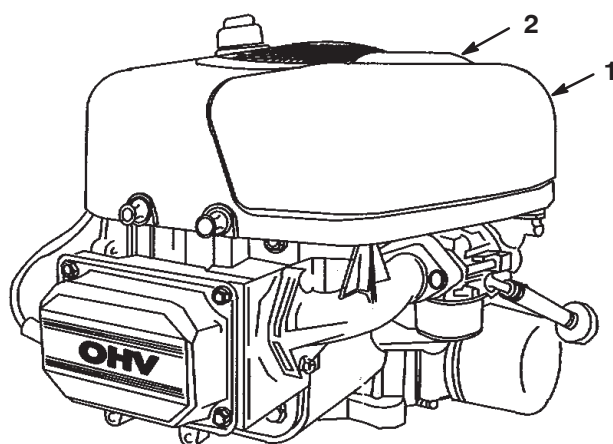

Figure 22
3. Nettoyez la surface autour du filtre à air pour éviter que des impuretés ne s'introduisent dans le moteur et l'endommagent. Tirez la poignée du couvercle du filtre à air et tournez-la vers le moteur (Fig. 22). Déposez le couvercle du filtre à air.